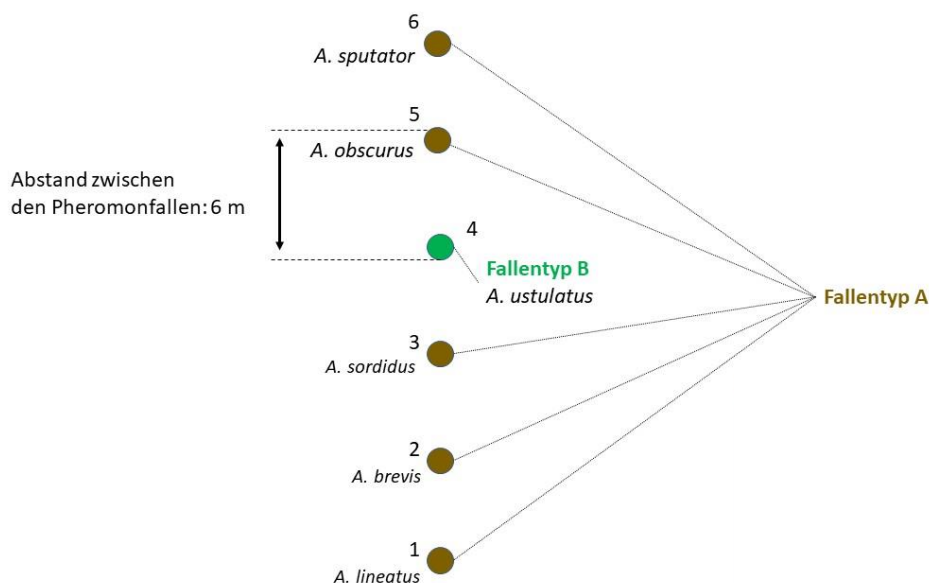

Abbildung 1 - Anlage des Pheromonfallentransekts
Dabei wird pro Art jeweils eine Pheromonfalle verwendet. Die Fallen werden hintereinander in einer Linie (=Transekt) mit einem Abstand von jeweils 6m zueinander aufgestellt (siehe Abbildung 1).
Falle 4 (Typ B - *A. ustulatus*) wird an der 4. Position im Transekt mit einem Holzpflöck in einer Höhe von 0,3m – 1m im Boden verankert. Die **Basis der Pheromonfalle** sollte **NICHT auf dem Erdboden aufliegen**, damit sich kein Wasser in der Falle sammeln kann (siehe Plan in Abbildung 1, siehe auch Abbildung 4).
- Übersichtsplan der Fallenreihenfolge (Siehe Abbildung 1)